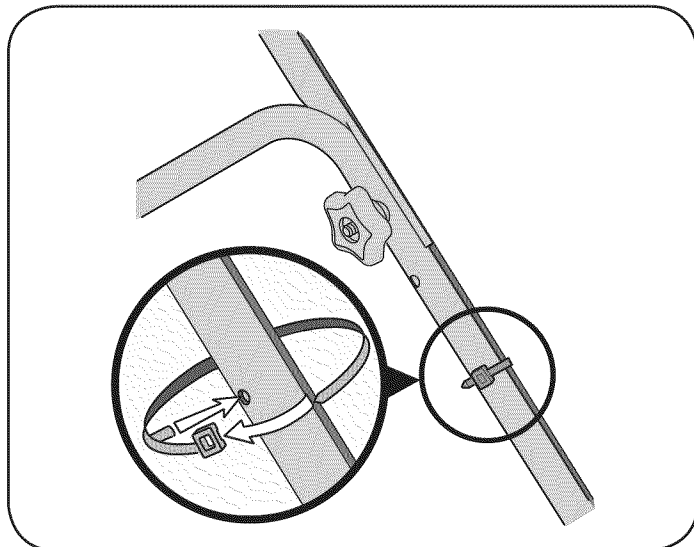

Figura 4
4. Inserte los pasadores de las uniones de los cables dentro de los orificios de la manija inferior. Tire de las uniones del cable apretándolas y recortando el exceso. Vea la Figura 4.